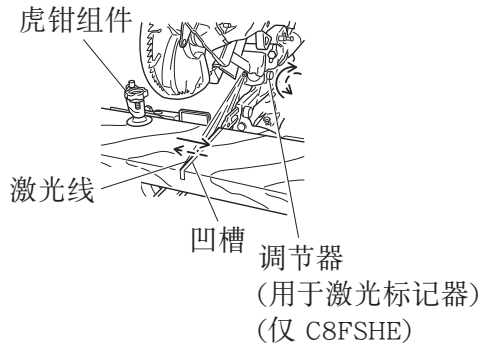

图 12
- (2) 然后转动调节器并移动激光线。(如果顺时针转动调节器, 则激光线将向右移动; 如果逆时针转动调节器, 则激光线向左移动。) 如使用时墨线与锯条的左侧对齐, 则将激光线与凹槽的左端对齐 (图 12)。如墨线与锯条的右侧对齐, 则将激光线与凹槽的右侧对齐。
- (3) 调节激光线的位置之后, 在工件上画出一条直角墨线, 并将墨线与激光线对齐。对齐墨线时, 应一点一点地滑动工件, 并在激光线与墨线重叠的位置将其用虎钳固定。再次进行凹槽操作, 并检查激光线的位置。如需改变激光线的位置, 则按照第 (1) 至 (3) 步再次进行调节。